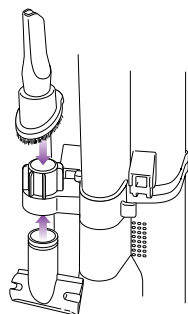

Fig. 4
- 5 Guarde sus accesorios incorporados en el soporte para accesorios ubicado en la parte de atrás de la unidad. (Fig. 4)